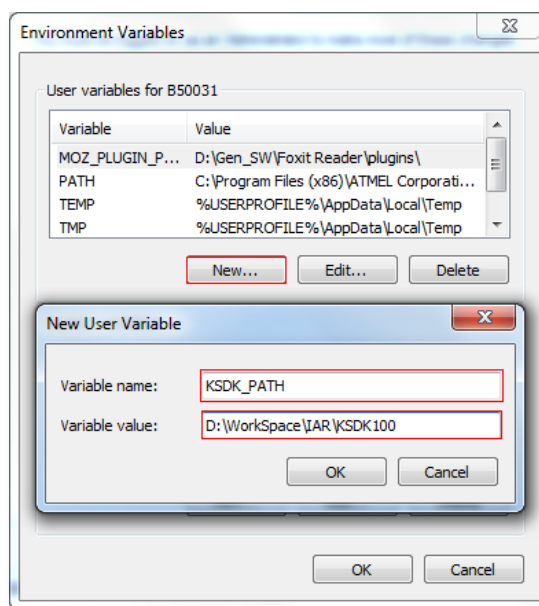

图 71 设置环境变量
2. 设置环境变量。右击“我的电脑”, 依次点击“属性”→“高级系统设置”→“环境变量”可以看到如何添加新的环境变量, 并按图 71 方式相应设置。